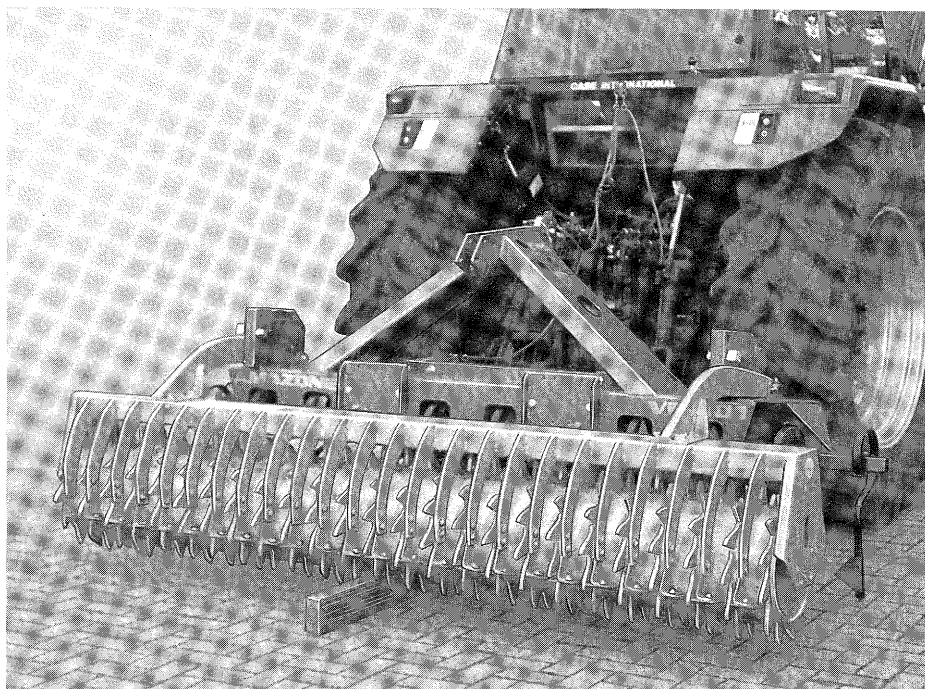

Fig. 21
- Placer au milieu et sous le rouleau-packer une cale de bois (fig. 21).